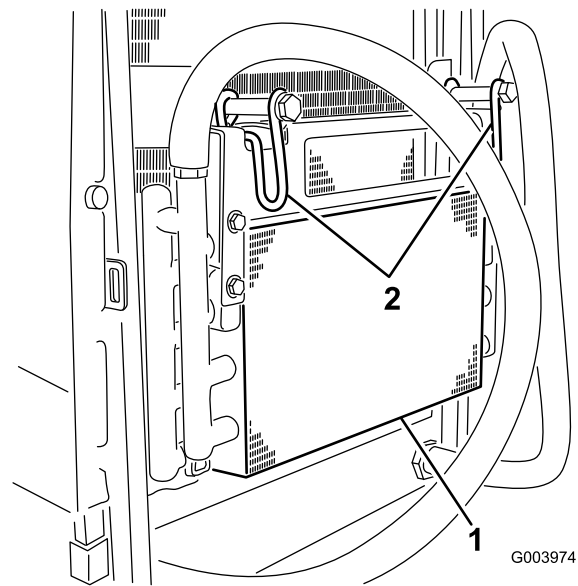

Figura 67
5. Girate i fermi verso l'interno per rilasciare il radiatore dell'olio (Figura 67).